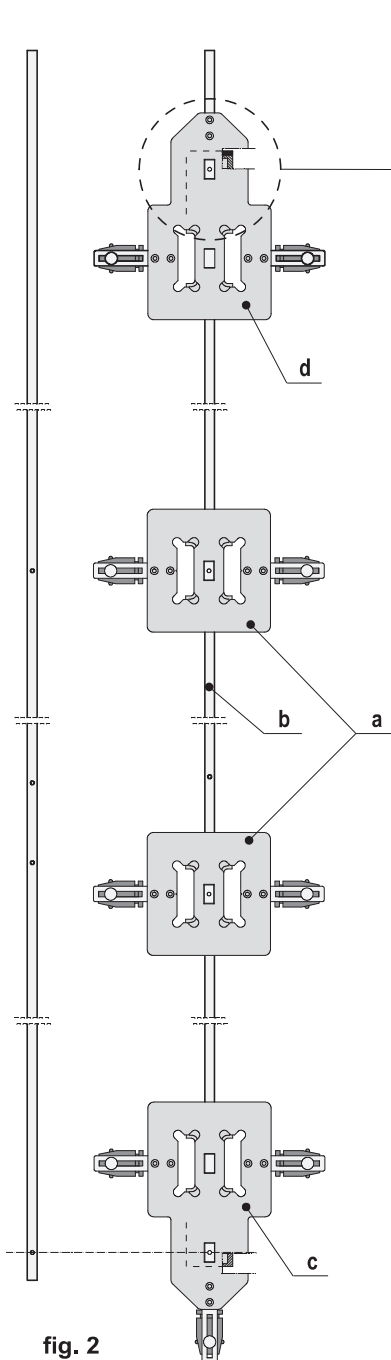

fig. 2
- 2) Per battenti con altezza maniglione non superiore a 500 mm, inserire una dima art. A20030.01.27 (a) sull'asta art. A20030.01.28 (b) e posizionarla secondo la grandezza GR degli elementi di collegamento verticale lato maniglione (fig. 2).